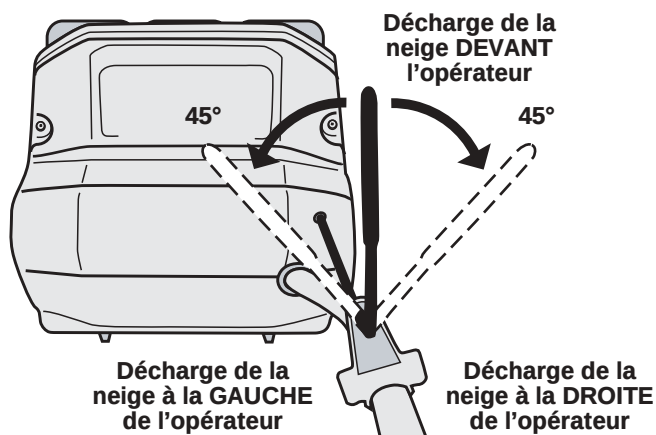

Fig. 5
2. Tournez le contrôle directionnel de décharge vers la gauche, le centre ou la droite, selon la direction vers laquelle vous voulez projeter la neige (Fig. 5).